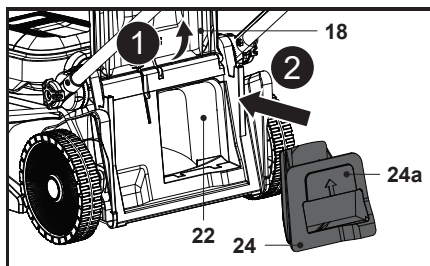

Fig. 13
1. Abra el protector del deflector trasero (18), mantenga el asa integrada (24a) en posición e introduzca el accesorio triturador (24) en el canal de descarga trasero (22) hasta el final (Fig. 13).